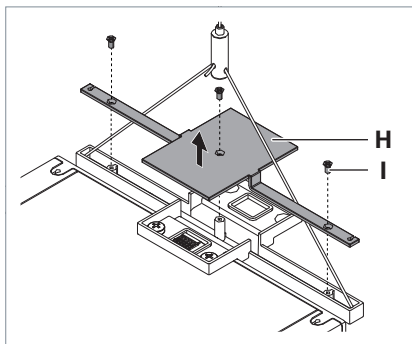

Fig. 13: Rimozione della copertura.
- Sull'ultimo apparecchio montato, svitare sull'elemento di collegamento le tre viti I dalla copertura H, vedi Fig. 13.